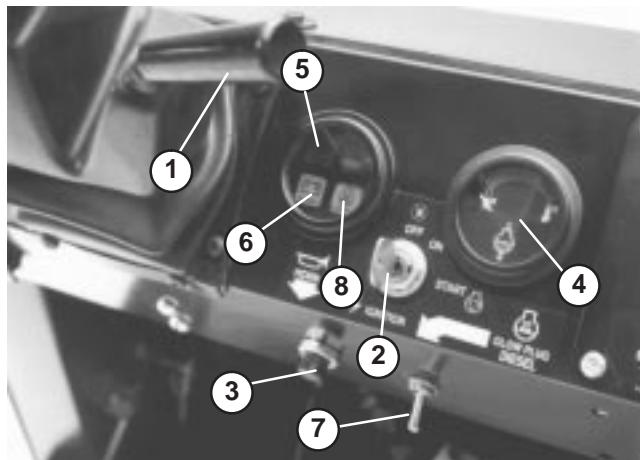

Bild 22
Hebel an der rechten Seite des Armaturenbretts, mit dem Sie die Lenkradhöhe auf den Fahrer einstellen können (Bild 22).
Ein Drücken aktiviert die Hupe (Bild 22).
Registriert die Kühlmitteltemperatur im Motor. Funktioniert nur bei eingeschaltetem Zündschloss (Bild 22).
Die Lampe leuchtet auf (Bild 22), wenn der Motoröldruck bei laufendem Motor unter ein sicheres Niveau abfällt. Wenn die Lampe an- und ausgeht oder immer aufleuchtet, halten Sie das Fahrzeug an, stellen Sie den Motor ab und prüfen Sie den Ölstand. Wenn der Ölstand niedrig war, die Lampe nach dem Auffüllen von Öl jedoch beim Starten des Motors nicht ausgeht, stellen Sie den Motor sofort ab und wenden Sie sich an den lokalen TORO Fachhändler.
Vorwärmen der Motorzylinder vor dem Anlassen eines kalten Motors. Die Zylinder werden automatisch beim Anlassen eines warmen Motors vorgewärmt. Wenn der Motor kalt ist, schieben Sie den Hebel nach oben und lassen Sie ihn in dieser Stellung. Achten Sie auf die Lampe (Bild 22). Die Lampe leuchtet gelb auf, wenn die Glühkerzen aktiviert sind. Die für das Vorheizen der Zylinder benötigte Zeit sollte aus den Umgebungstemperaturen ermittelt werden. Siehe „Anlassen des Motors“.
Mit dem Zündschloss (Bild 22) wird der Motor angelassen und abgestellt. Das Schloss hat drei Stellungen: OFF, ON/Preheat und START. Drehen Sie den Zündschlüssel im Uhrzeigersinn auf die START-Stellung, um den Anlasser zu aktivieren. Lassen Sie den Schlüssel los, wenn der Motor startet. Der Schlüssel geht von selbst auf die ON-Stellung zurück. Drehen Sie den Schlüssel entgegen dem Uhrzeigersinn in die OFF-Stellung, wenn Sie den Motor abstellen möchten.
Diese Lampe leuchtet auf, wenn die Batterie entladen ist. Wenn die Lampe beim Einsatz des Fahrzeugs aufleuchtet, stoppen Sie das Fahrzeug und stellen Sie den Motor ab. Prüfen Sie mögliche Ursachen, wie z. B. Lichtmaschinenriemen (Bild 22).
5. Schieben Sie bei Temperaturen unter 15 °C den Glühkerzenschalter nach oben auf die ON-Stellung (Bild 22) und halten Sie den Schalter für die angemessene Dauer gedrückt.